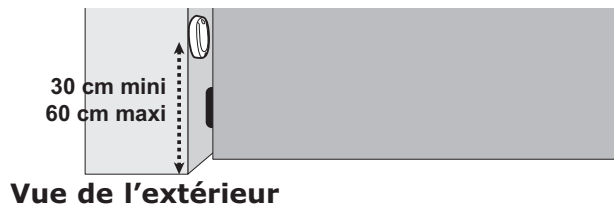

Figure 36
- Les photocellules doivent être placées exactement à la même hauteur par rapport au sol et cette hauteur doit être comprise entre 30 et 60 cm (**Figure 36**).